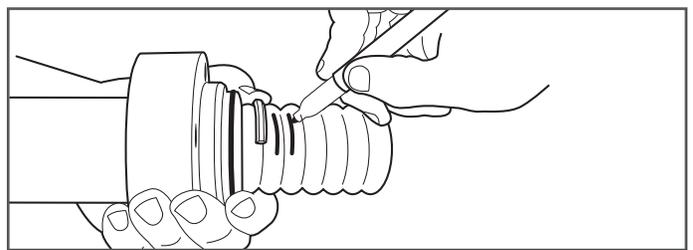

Figure 7-17
18. Marquez le tuyau DoubleTrac® pour la découpe finale. Une fois la section centrale du raccord complètement enfoncée sur le tuyau, mettez une moitié de la bague fendue dans la cannelure la plus proche de la partie centrale du raccord. Veillez à ce que la bague fendue tombe sans gêne dans la première cannelure. Faites un repère sur le dessus des deux premières cannelures qui dépassent la bague fendue (Figure 7-17).